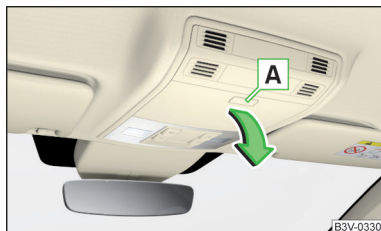

Fig. 97
- Para **abrir** presionar la tecla [A]. El compartimento se abre en el sentido de la flecha » fig. 97.